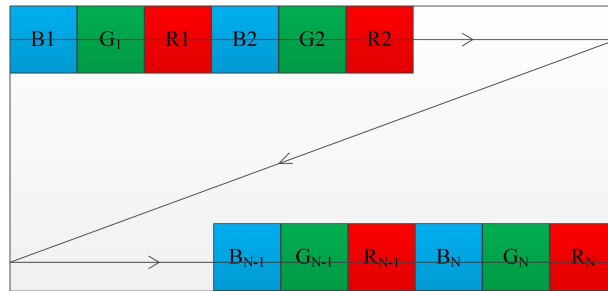

图 9 彩色图像 raw 文件数据格式示意图
②对于彩色图像，像素序号从小到大在 raw 文件中对应位置为从左到右，从上到下。每个像素的 B 通道数据存储在低地址，G 通道存储在中间地址，R 通道存储在高地址。如图 9 所示，B1、G1、R1 表示第 1 个像素的蓝色、绿色、红色通道，B2、G2、R2 表示第 2 个像素的蓝色、绿色、红色通道，BN、GN、RN 表示第 N 个像素的蓝色、绿色、红色通道。